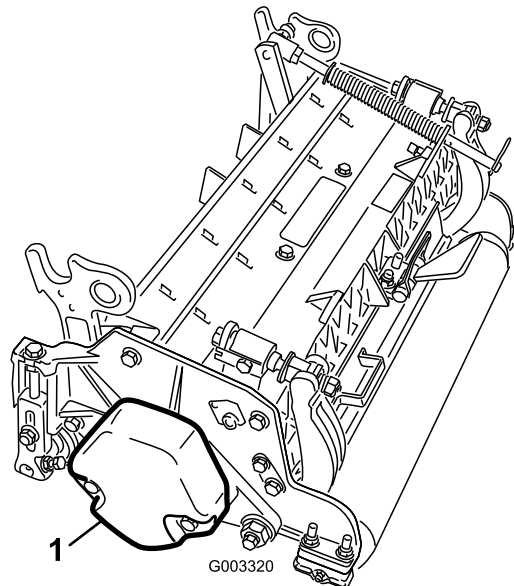

图6
1. 在 2 号和 4 号滚刀组上，卸下将配重块固定至滚刀组左侧的 2 个平头螺丝。拆下配重块 (图6)。